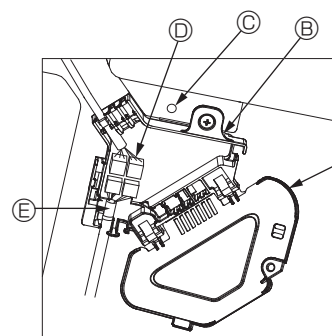

Fig. 10-8
- Forbind ventilatorvingemotorens tilslutningsledningsstik og panelventilatormotorens ledningsstik i el-boksen. (Fig. 10-8)